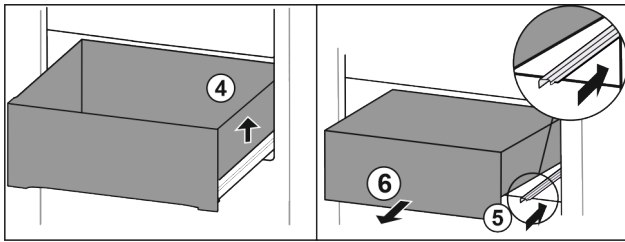

Fig. 91
- ▶ Schubfach rechts anheben. Fig. 91 (4)
- ▶ Rechte Schiene einschieben. Fig. 91 (5)
- ▶ Schubfach nach vorne entnehmen. Fig. 91 (6)